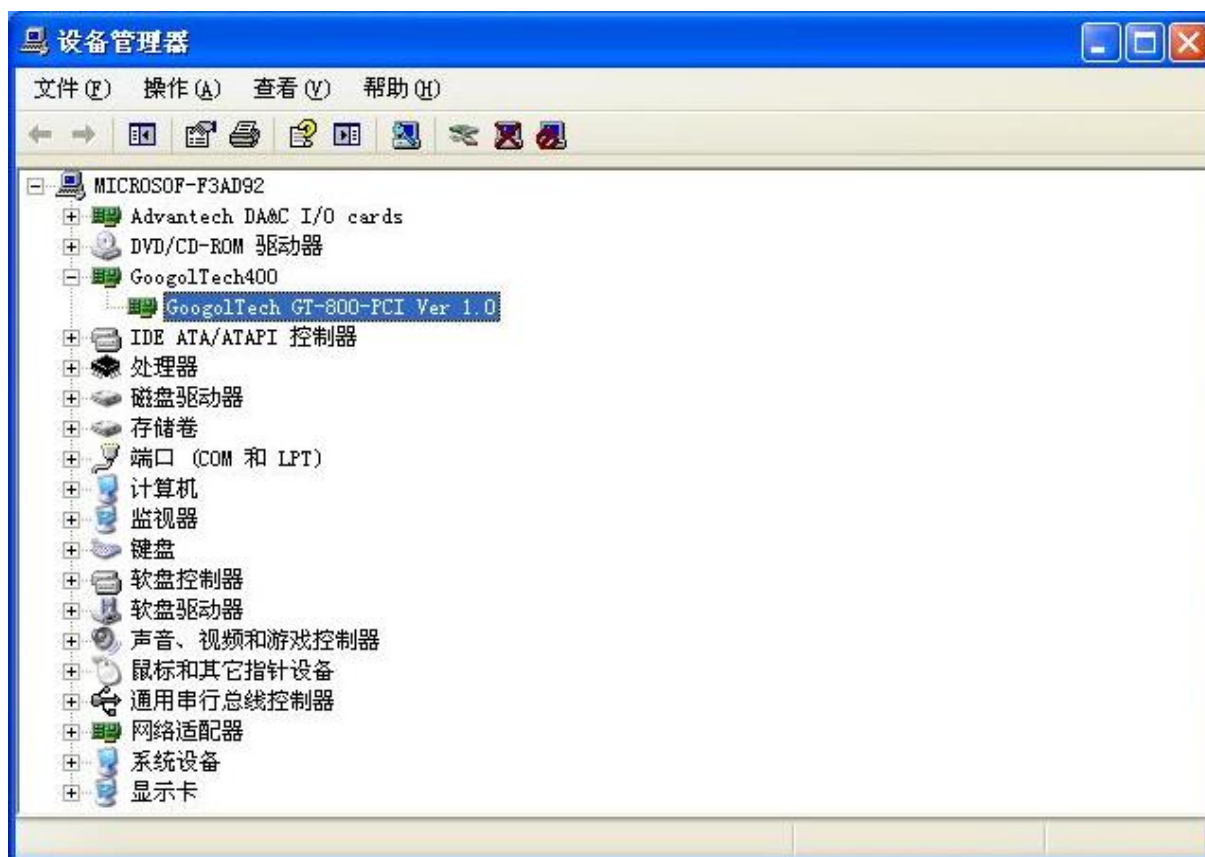

图 2-10 运动控制卡驱动程序安装界面
(10) 安装成功后，打开设备管理器，可以看到驱动已经安装成功，如图 2-10 所示。